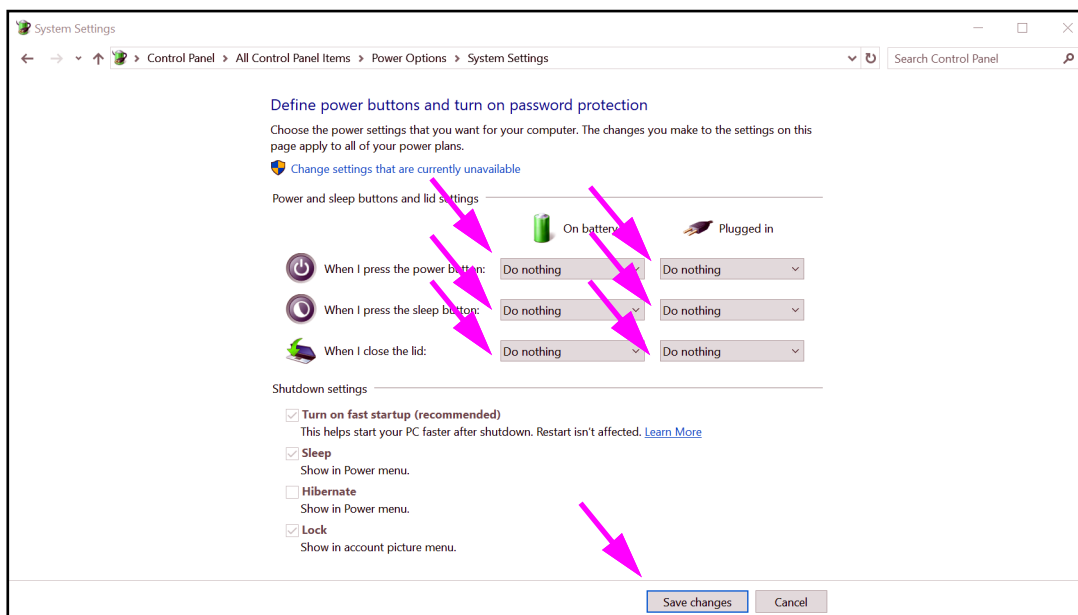

Abbildung 2-30. Fenster „System Settings“ (Systemeinstellungen)
10. **Nur für Laptop-Computer:** Klicken Sie im Fenster „Power Options“ (Energieoptionen) auf **Choose what closing the lid does (Auswählen, was beim Zuklappen des Computers geschehen soll)**. Das Fenster „System Settings“ (Systemeinstellungen) wird angezeigt (siehe Abbildung 2-30). Setzen Sie alle Einstellungen auf **Do nothing (Keine Aktion)** und klicken Sie die Schaltfläche **Save changes (Änderungen speichern)**.